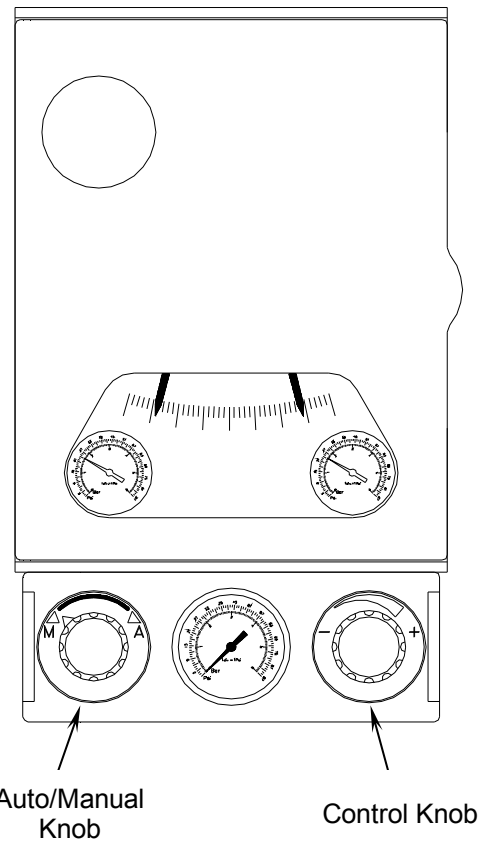

Fig. 2.3.1 " CONTROLLER WITH AUTO/MANUAL SELECTION PANEL"
2.3. AUTOMATIC/MANUAL SELECTION PANEL MOD.251 (Fig. 2.3.1 and 2.3.2)